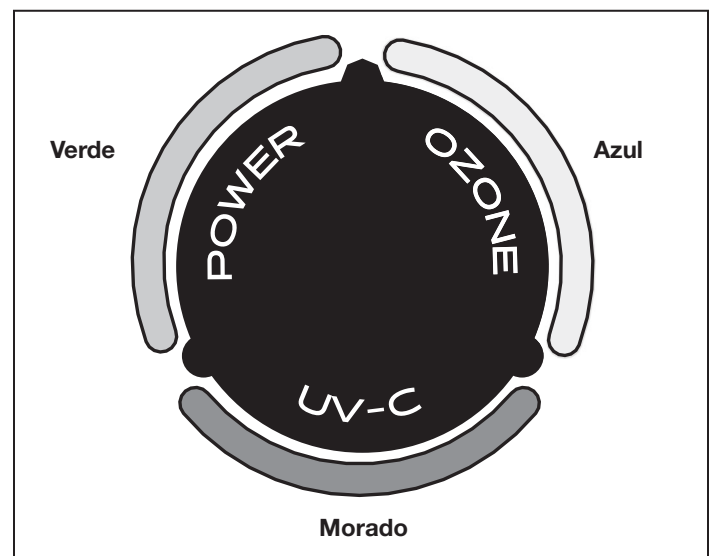
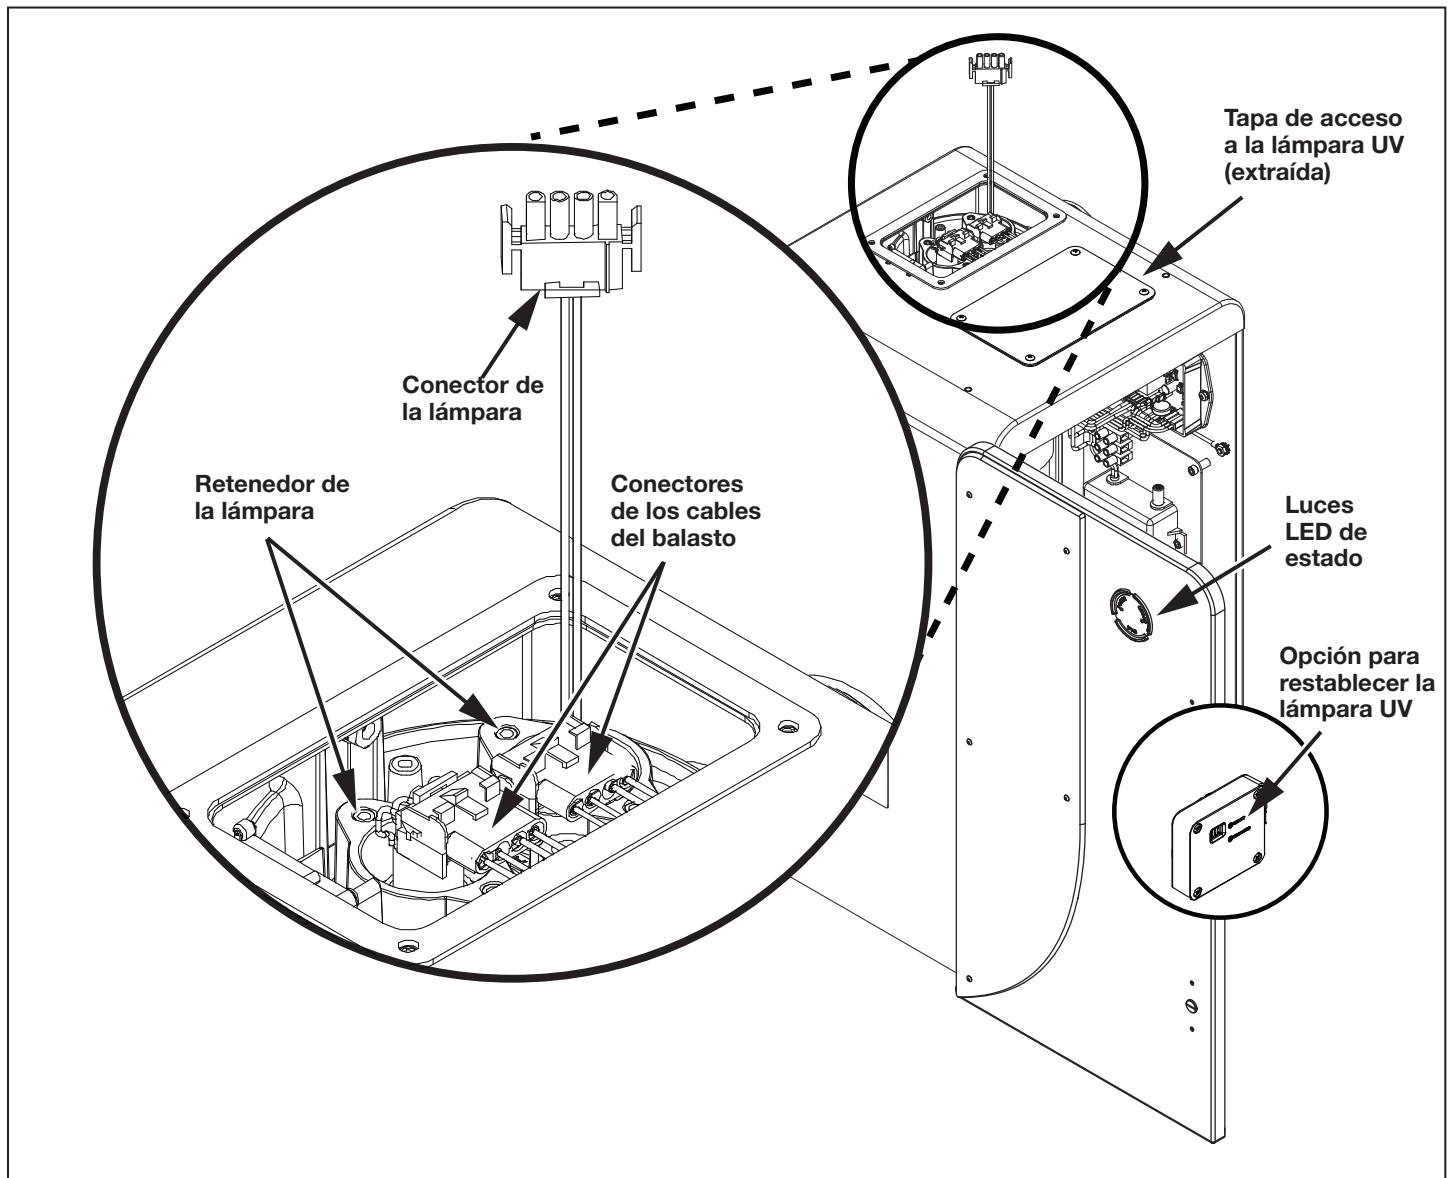

Figura 8. Luces LED de estado durante el funcionamiento normal
Figura 14. Reemplazo de las lámparas UV
El sistema AOP Jandy tiene luces de estado (Figura 8) para indicar el funcionamiento. Las luces deben mostrar los colores correctos después de que la bomba alcance un caudal constante (consulte la sección 2.2.4 *Caudales recomendados*). Durante el funcionamiento normal, consulte la Tabla 1 debajo para obtener información sobre los estados.
Hay dos lámparas en cada unidad del sistema AOP Jandy. La luz UV-C morada en los LED de estado del sistema indica que las lámparas UV funcionan correctamente (consulte la Figura 8). Si se retira el panel de acceso a la lámpara UV mientras la unidad está funcionando, la unidad se apagará automáticamente (consulte la Figura 14). Cada una de las lámparas está alojada en un tubo de cuarzo que la protege.
2. Use un destornillador Phillips para quitar los cuatro (4) tornillos que sujetan la tapa de acceso. Consulte la Figura 14.
4. Desenchufe los conectores de la lámpara de los conectores de los cables del balasto. Luego, sujete los cables de la lámpara UV y tire suavemente hasta que la parte superior de la lámpara UV pase las pestañas del retenedor de la lámpara. Consulte la Figura 14.
9. Presione el botón para restablecer la lámpara UV que se encuentra en la puerta interna, detrás de las luces de estado. Consulte la Figura 14.
10. Sujete el panel de acceso a la lámpara UV con los cuatro (4) tornillos una vez que el sistema esté en condiciones de funcionar.
2. Ubique el panel de acceso a la lámpara UV en la parte superior del sistema AOP Jandy. Retire los cuatro (4) tornillos con un destornillador Phillips y quite el panel. Consulte la Figura 14.